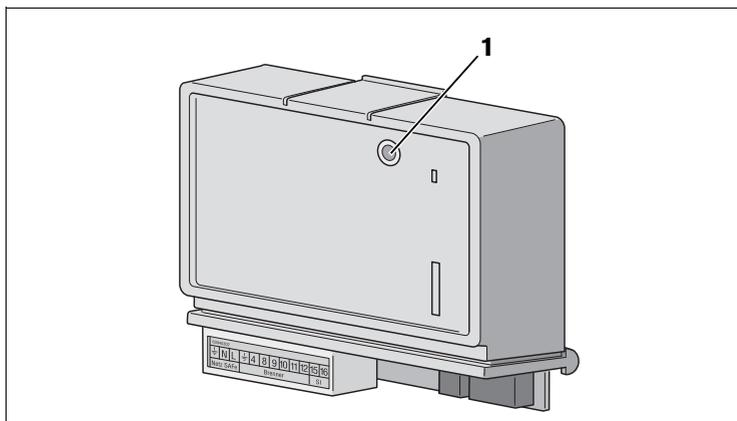

Fig. 1 Module de brûleur externe BRM10
- Affichage des heures de service du module de brûleur externe BRM10 par une LED (fig. 1, **pos. 1**, page 8)